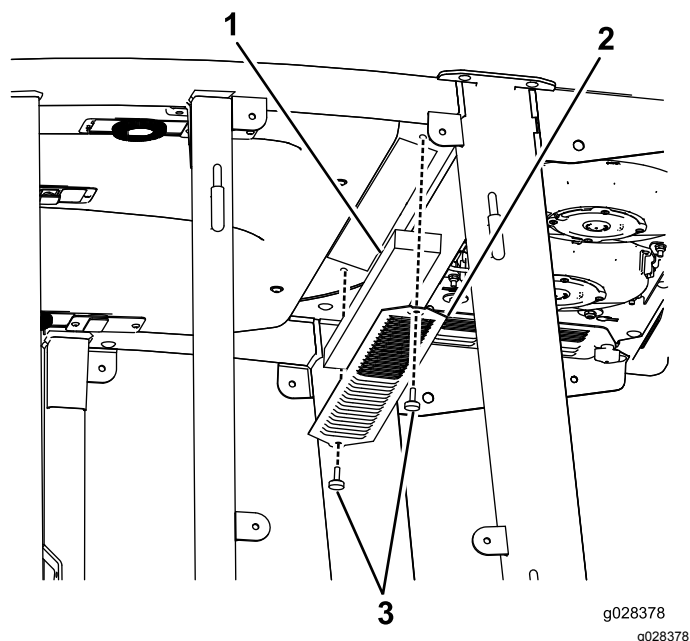
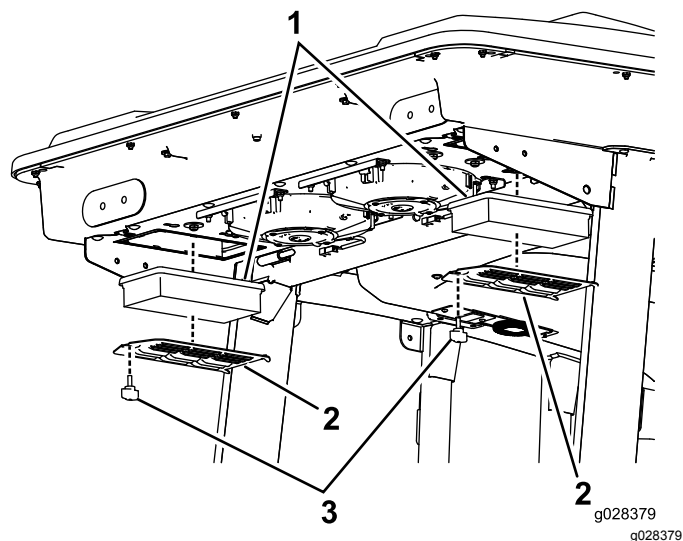

Figura 133
Figura 134
1. Remova os parafusos de aperto manual e as grelhas dos filtros de ar interior e traseiro da cabina (Figura 133 e Figura 134).